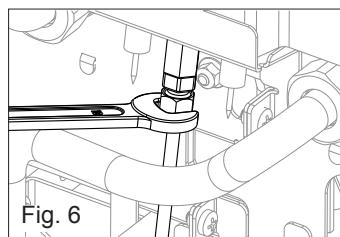

Fig. 6
- Scollegare il tubetto fiamma pilota (fig. 6)